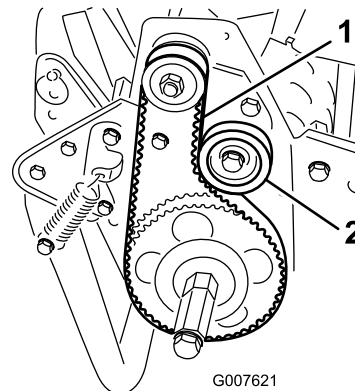

Bild 41
2. Überprüfen Sie die Spannung. Bringen Sie hierfür eine Kraft von 18-22 N in der Mitte des Riemen zwischen den Riemenscheiben auf (Bild 41). Der Riemen muss sich 6 mm durchbiegen lassen.
- A. Losen Sie die Befestigungsmutter der Spannscheibe und drehen Sie die Spannscheibe nach rechts gegen die R­uckseite des Riemen, bis Sie die gew­unschte Riemen­spannung erzielt haben (Bild 41).